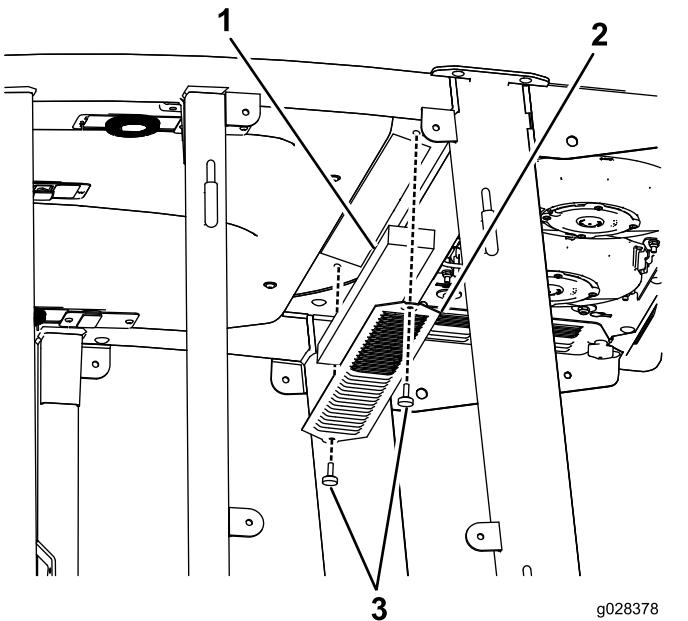

Figura 121
- Rimuovete le viti e le griglie sia dal filtro dell'aria interno alla cabina, sia da quello sulla parte posteriore della cabina (**Figura 121**).